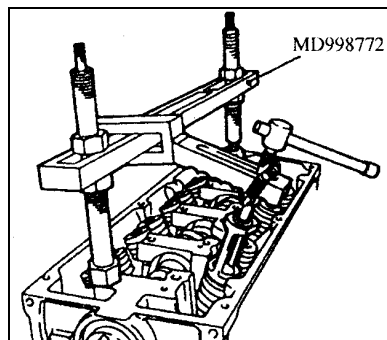
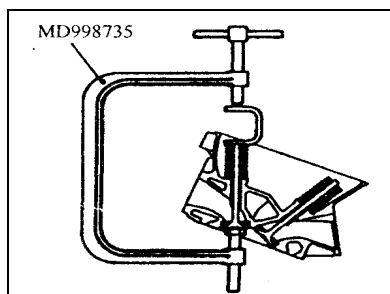

图 3-26
图 3-27
在拆下的气门、弹簧和其他零部件上系上标签, 注明它们的气缸号和位置, 以便重新装配。可靠地存放这些零部件(见图 3-26、图 3-27)。
(3) 锁夹的安装 (见图 3-26、3-27)
(4) 气缸盖螺栓的安装